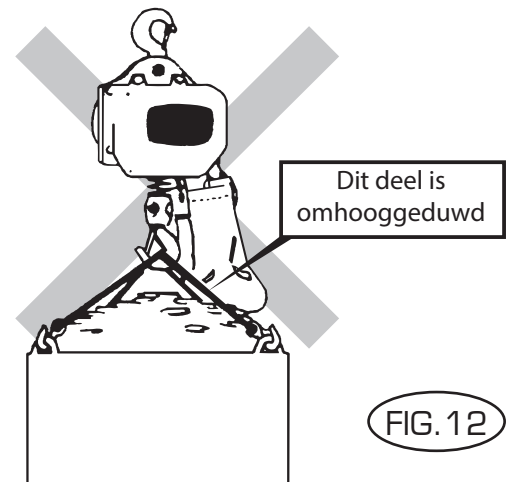

FIG. 12
* Als de kettingbak bijvoorbeeld omhoog wordt geduwd door de hangende last (Fig. 12), kan de lastketting overlopen of niet soepel door de binnenkant van de kettingtakel gaan. Dit is gevaarlijk!